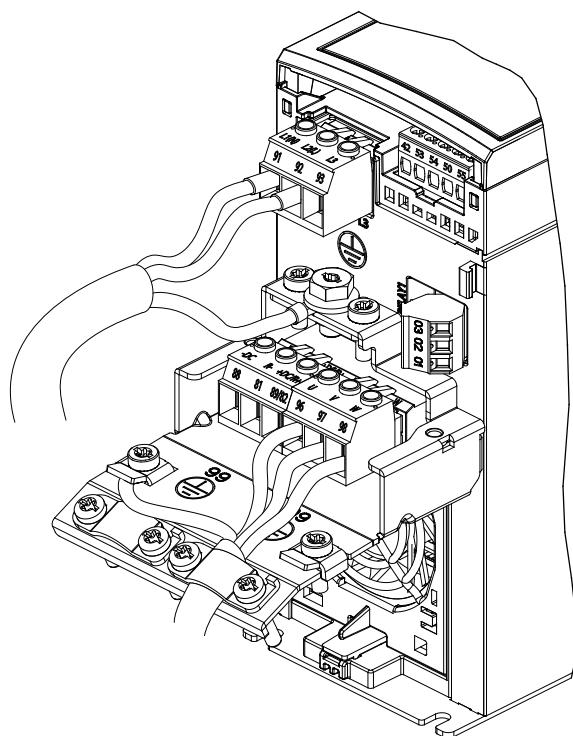
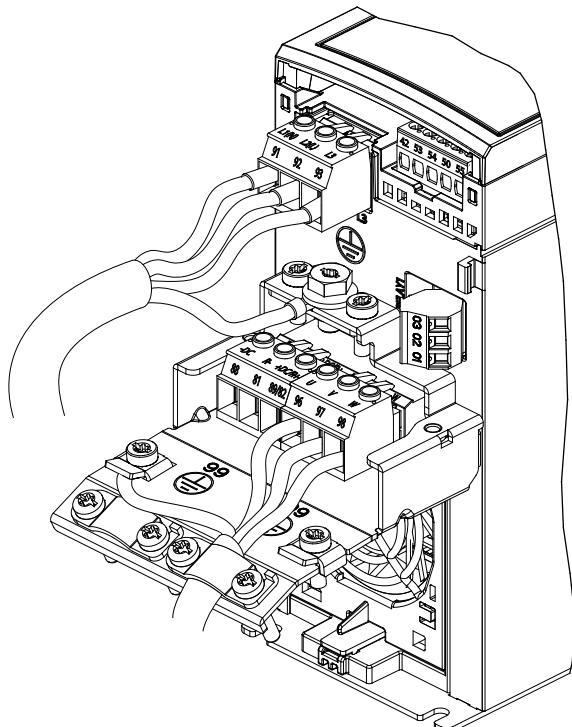

Bild 4.6 Nät-, motor- och jordanslutning för Enheter med 1-fas
Bild 4.7 Nät-, motor- och jordanslutning för enheter med 3-fas
Nät-, motor- och jordanslutningen för frekvensomriktare med 1-fas och 3-fas visas i *Bild 4.6* respektive *Bild 4.7*. Den verkliga konfigurationen kan variera beroende på enhetstyp och tillvalsutrustning.
1. Anslut växelströmsledningarna till plint N och L för enheter med 1-fas (se *Bild 4.6*), eller till plint L1, L2 och L3 för enheter med 3-fas (se *Bild 4.7*).